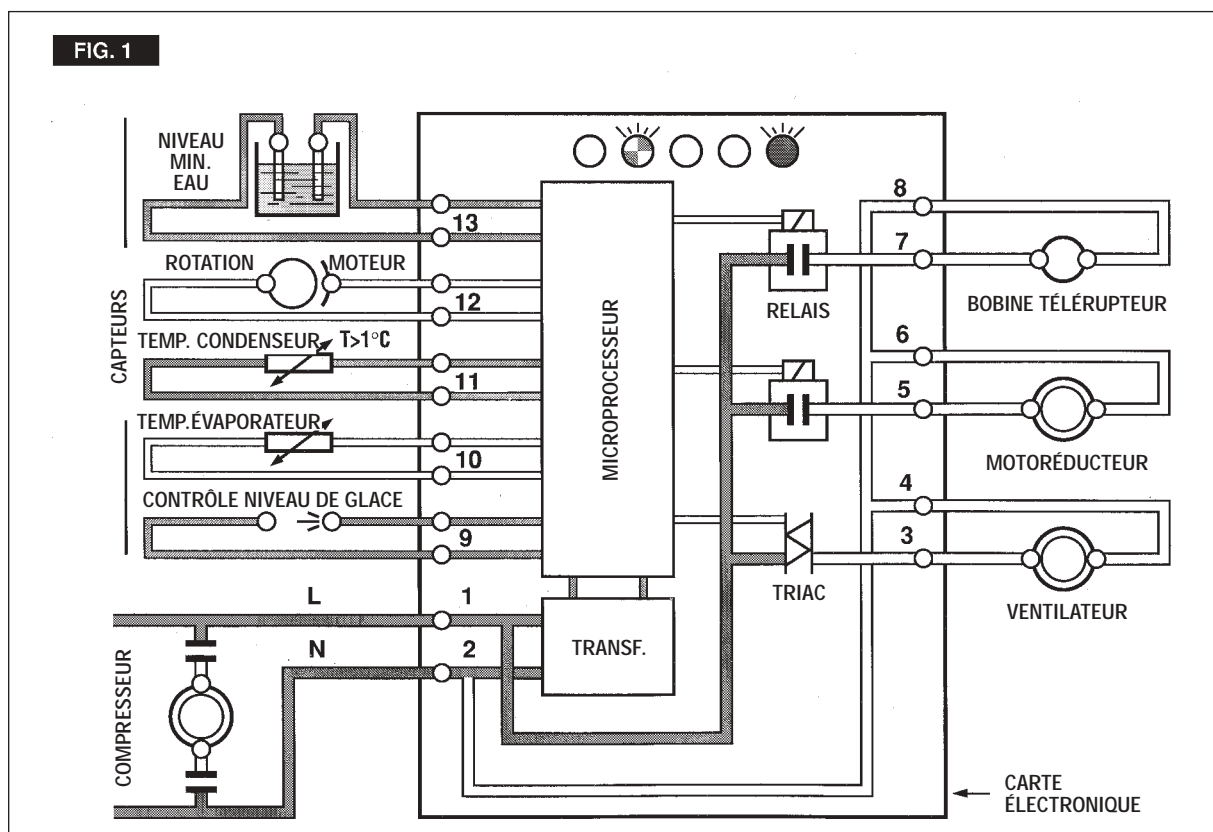

FIG. 2
**MOTEUR VENTILATEUR** (dans le cas d'un appareil refroidi par air) commandé par le capteur de température du condenseur placé entre les ailettes (Fig. 2).